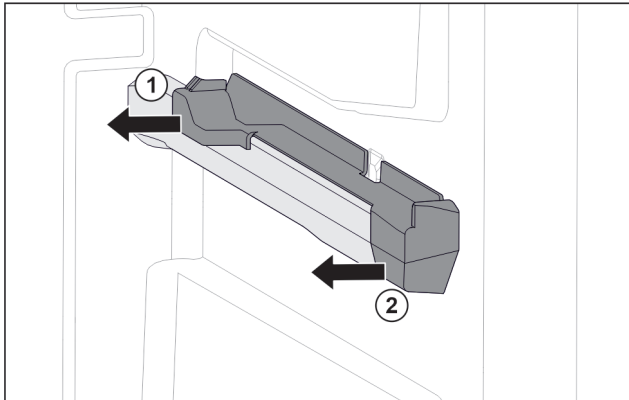

Fig. 108 Pieza de acoplamiento en la nervadura para recipientes derecha
- ▶ Retire la pieza de acoplamiento por detrás lateralmente. Fig. 108 (1)
- ▶ Retire la pieza de acoplamiento por delante lateralmente. Fig. 108 (2)